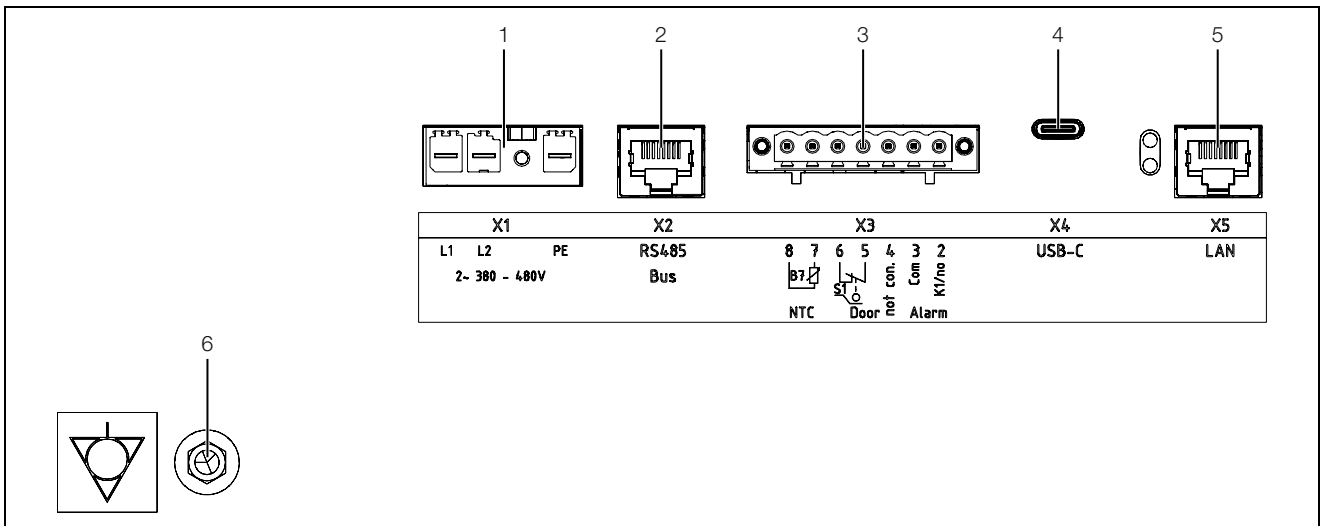

Imagen 43: Conexión a red e interfaces
Si por cualquier motivo el equipo tuviera que conectarse a la compensación de potencial del cliente, es posible conectar en refrigeradores murales un conductor de sección apropiada al punto de conexión de la compensación de potencial. El punto de conexión se ha señalado con el símbolo de conexión necesario para ello (imagen 43, pos. 6).
- El blindaje de cable puede conectarse al punto de compensación de potencial (imagen 43).